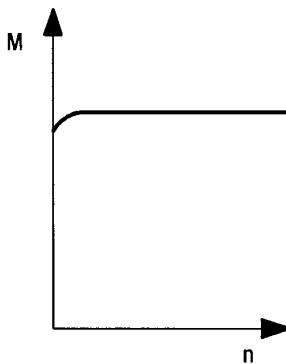

Fig. 3
Für viele Einsatzfälle sind Magnetpulverbremsen erforderlich. Setzt man den Außenrotor fest, entsteht aus einer Kupplung eine Bremse. Bei feststehendem Außenrotor sind die Schleifringe zur Stromzufuhr nicht nötig. Die Stromzufuhr erfolgt über Flachzungenstecker am Außenrotor. Nach diesem Prinzip sind magneta-Magnetpulverbremsen aufgebaut (Fig. 3).
In many cases, the use of magnetic particle brakes is necessary. If the external rotor is fixed, the clutch operates as a brake. If the external rotor is fixed, slip ring are not required for the power input. The power input is effected by spade connectors on the external rotor. This is the principle of all magneta magnetic particle brakes (Fig. 3).
Les freins à poudre magnétique se prêtent à de nombreuses applications. Si l'on immobilise le rotor extérieur, l'embrayage se transforme en frein. Lorsque le rotor extérieur est immobilisé, les bagues collectrices destinées à l'apport de courant s'avèrent superflues. L'apport de courant se fait à l'aide d'une fiche plate de raccordement au niveau du rotor extérieur. Les freins à poudre magnétique magneta obéissent à ce principe de construction (fig. 3).
- M unabhängig von der Drehzahl einstellbar (Fig. 3)
- M adjustable independently of torque (fig. 3)
- M réglable indépendamment de la vitesse (fig. 3)